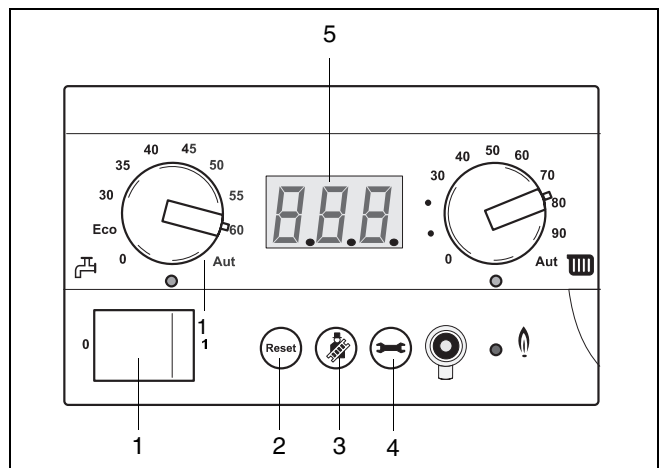

Fig. 7 Regolazione della temporizzazione della pompa
- Portare l'interruttore di accensione/ spegnimento (fig. 7, pos. 1) nella posizione "1".
- Premere contemporaneamente il tasto della modalità operativa spazzacamino ed il tasto della manutenzione (fig. 7, pos. 3 e 4) e proseguire sino alla visualizzazione sul display del quadro BC 10 del codice "L—" (fig. 7, pos. 5).
- Premere una seconda volta il tasto di servizio, fino alla comparsa sul display del BC 10 del codice "F05" (fig. 7, pos. 5). La temporizzazione della pompa è stata predisposta su 5 minuti, con taratura di fabbrica ("F05"). L'utente può modificare la temporizzazione agendo in un campo di regolazione che è compreso fra i 5 e i 60 minuti (F05..F60) oppure può impostare un ciclo di lavoro di 24 ore (F1d). Nel caso di rischio di gelo dell'impianto è preferibile optare per il ciclo di 24 ore (F1d).
- È necessario confermare l'impostazione premendo il tasto di servizio (fig. 7, pos. 4).
Le condizioni operative, oppure eventuali errori, vengono visualizzati sul display (fig. 7, pos. 5). In normali condizioni operative la temperatura dell'acqua di riscaldamento viene visualizzata sul display del quadro BC 10. Sempre sul quadro del BC 10 si ha la possibilità di visualizzare la condizione operativa o un eventuale errore premendo una o più volte il tasto di servizio. La segnalazione è costituita da due simboli.